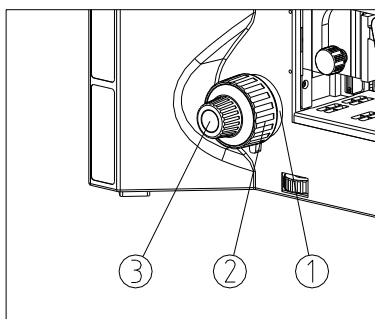

图 22
- (2) 将随机上限位手轮①松开, 用右眼观察右目镜, 转动粗动手轮②, 直到视场内出现观察标本的轮廓, 再将随机上限位手轮①锁紧。(如图 22)